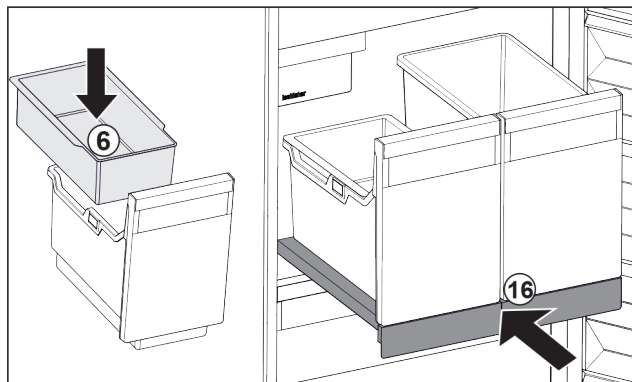

Fig. 32
- ▶ Vložte závesnú misku Fig. 32 (6) na kocky ľadu.
- ▶ Zasuňte vyťahovaciu poličku s nádobou (IceTower). Fig. 32 (16)